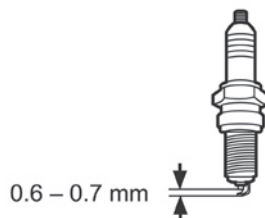

Fig. 78
- > Compruebe la separación de la bujía. Debe ser de entre 0,6 y 0,7 mm (Fig. 78).